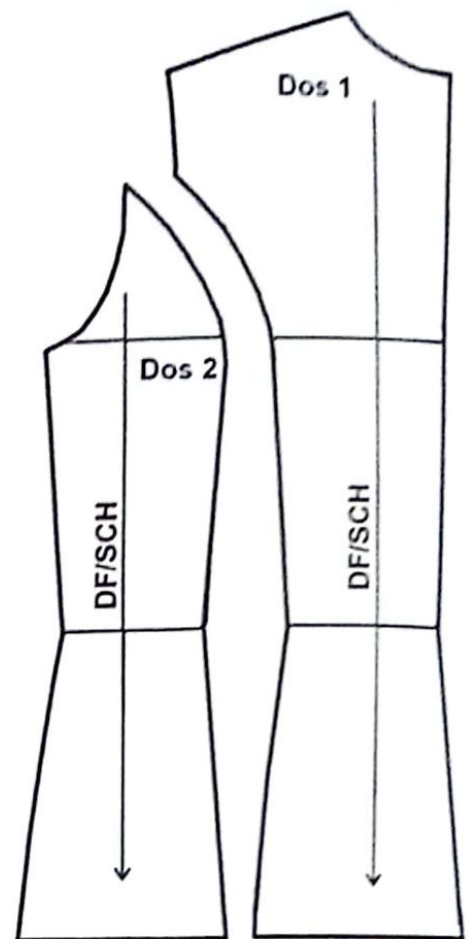

FIG. 6
- Séparez les pièces du dos (fig.6).